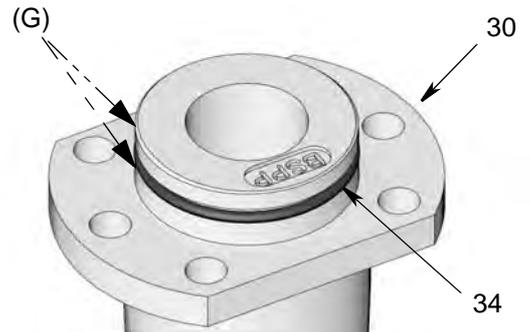

FIG. 11
14. Verifique que la junta tórica (34) de la salida esté aún en su lugar en la salida (30). Aplique una capa fina de grasa (G) en la junta tórica como se observa en FIG. 11.